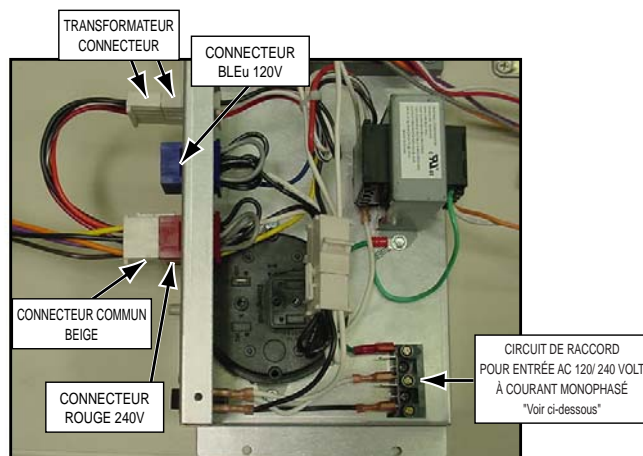

Figure 16.
- Le chauffage MiniMax NT est pré-câblé pour une connexion AC de 240 volt en utilisant le connecteur "ROUGE" et le connecteur commun "BEIGE"; voir **Figure 16** ci-dessous. Pour une alimentation à 120 volt AC, retirez le connecteur commun « BEIGE » et branchez-le au connecteur commun « BLEU ».
Vous pouvez avoir besoin d'ouvrir la jacket (panneau supérieur) pour l'entretien du terminal de circuits comme le montrent les figures 16 et 17 (voir l'item 40 dans la vue éclatée).